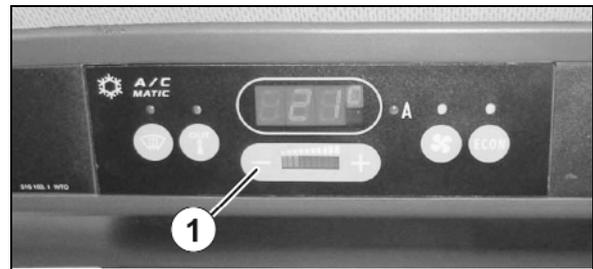

Fig. 194
1. Skru av dekselet (Fig. 194/1) fra førerhuset.